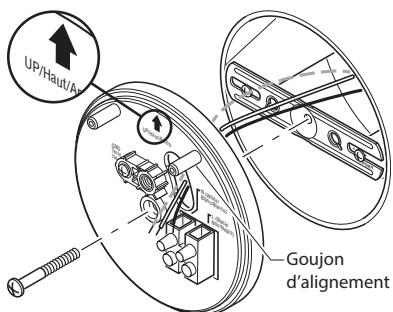

Figure 3
- Acheminez les fils de la boîte de jonction à travers le trou de la plaque de montage (voir la Figure 3).
- Placez la plaque de montage contre la boîte de jonction (voir la Figure 3).
- Insérez le petit boulon de fixation à travers le trou de la plaque de montage situé en-dessous du trou taraudé. Vissez ce boulon dans le trou central du support de montage (voir la Figure 3). Serrez solidement le boulon.
- Alignez les deux goujons d'alignement de la plaque de montage (voir la Figure 3) avec les deux trous d'alignement à l'arrière du luminaire, puis enfoncez le luminaire sur la plaque de montage.